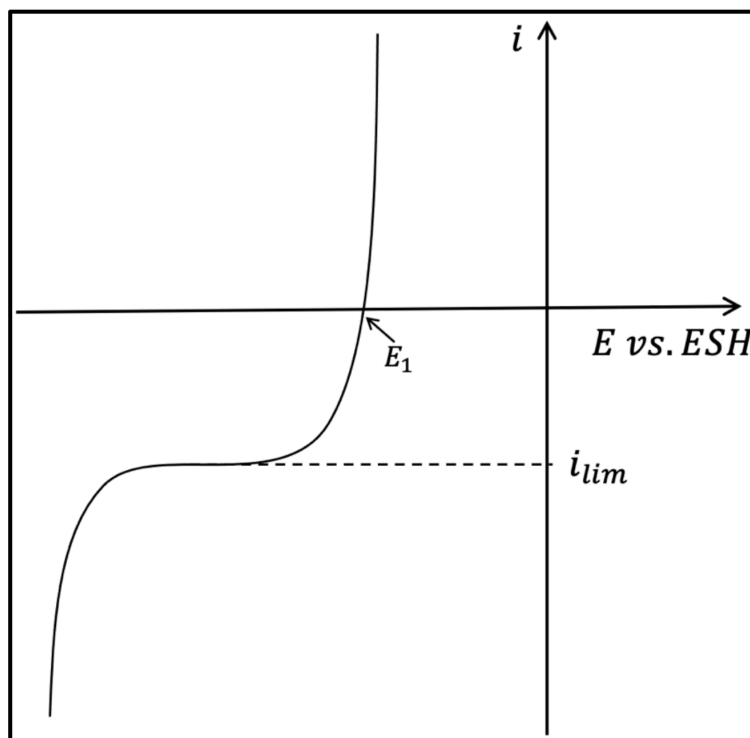

FIGURE 3 – Courbe courant-potentiel enregistrée avec la solution (S)
La figure 3 représente la courbe courant-potentiel enregistrée pour la solution (S) sur une électrode de zinc. Les ions SO_4^{2-} , NH_4^+ et Cl^- sont électro-inactifs.
1. Écrire l'inégalité impliquant les concentrations $[\text{Zn}^{2+}]$ et $[\text{HO}^-]$ dans la solution (S) pour que l'on n'ait pas formation du précipité $\text{Zn}(\text{OH})_2(\text{s})$. En déduire que le pH de la solution (S) doit alors être inférieur à une valeur que l'on calculera. On supposera cette condition sur le pH vérifiée pour le reste du sujet.
2. Reproduire la courbe de la figure 3 sur la copie et indiquer les processus se déroulant sur chaque section.
3. Calculer la valeur attendue pour le potentiel E_1 , défini sur la figure 3.
4. Indiquer deux grandeurs auxquelles i_{lim} , défini sur la figure 3, est proportionnel.